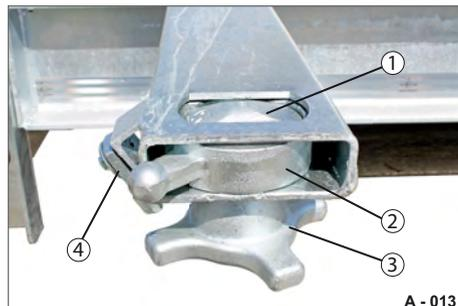

Abb. 12 Verriegelung versenkt
- ▶ Fahren Sie den Drehzapfen (Abb. 12/1) und die Führungsbuchsen komplett ein. Sichern Sie die Verriegelung mit der Nutenbuchse (Abb. 12/2) - nach links drehen.
- ▶ Sichern Sie die Spannmutter (Abb. 12/3) mit der Fallsicherung (Abb. 12/4) gegen selbstständiges Lösen.